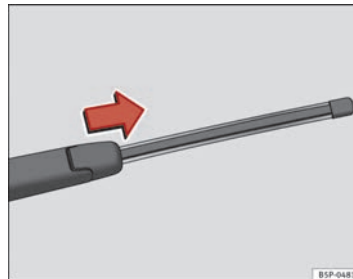

Fig. 183 Extraer la escobilla del limpiaventana
- Separe el brazo del limpiaventana de la luneta ⇒ fig. 183
- Deslice el adaptador de la escobilla en la dirección de la flecha y retire la escobilla ⇒ fig. 183.